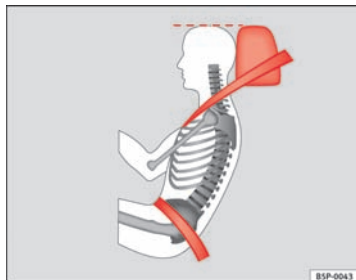

Fig. 13 Korrekt placering af sikkerhedssele og hovedstøtte set fra siden
- Sikkerhedsselens hoftedel skal sidde hen over hofterne og aldrig hen over maven. Sikkerhedsselen skal sidde fladt og tæt ind til hofterne ⇒ Fig. 13. Stram selv selen lidt, hvis det er nødvendigt.